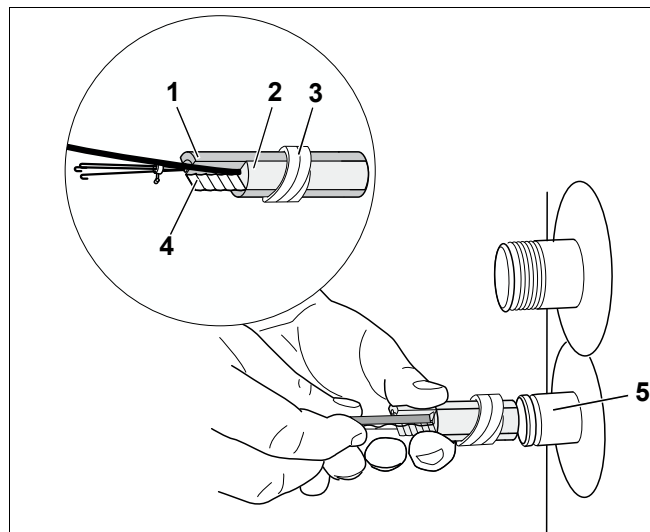

Рис. 7 Установка датчика горячей воды
- Комплект с датчиком (рис. 7, **поз. 1 - 4**) вставить до упора в гильзу (рис. 7, **поз. 5**).
При этом пластмассовая спираль (рис. 7, **поз. 3**), прижимающая датчик, автоматически сдвигается назад.
Компенсационная пружина (рис. 7, **поз. 4**) создает контакт между гильзой и поверхностью датчика, что обеспечивает надежную передачу температуры.